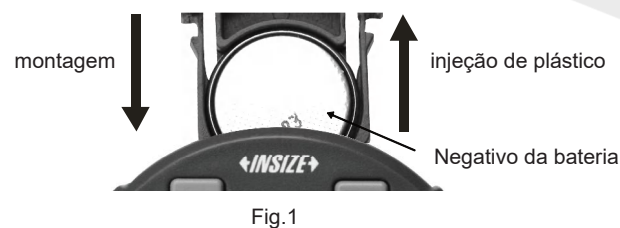

Fig.1
1. remova e instale a bateria (CR2032) com o terminal negativo voltado para fora (Fig.1).